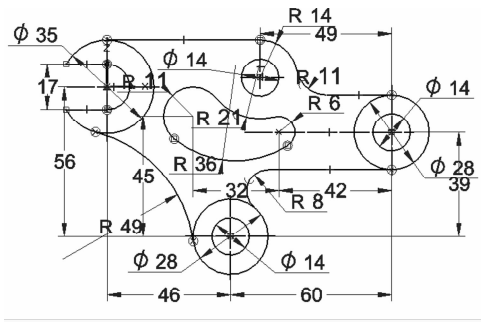

图 6-172 完成夹钳草图
(38) 单击【绘制草图】选项卡【相关】区域的  【关系手柄】按钮，可以关闭关系手柄。
- (39) 单击中心线或者尺寸，出现蓝色的点，可以拖动蓝色的点使其挪动到合适的位置。
- (40) 至此夹钳草图绘制完成，如图 6-172 所示。